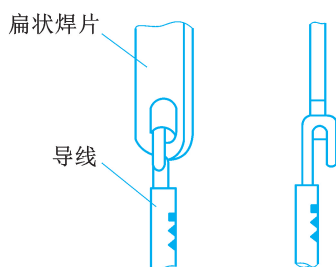

图 1-2-37 钩焊
(2)钩焊。把导线端头弯成钩状,钩连在接线端子上,并用扁嘴钳子夹紧,然后进行焊接的方法称钩焊,如图1-2-37所示。该方法适用于有钩孔的端子。